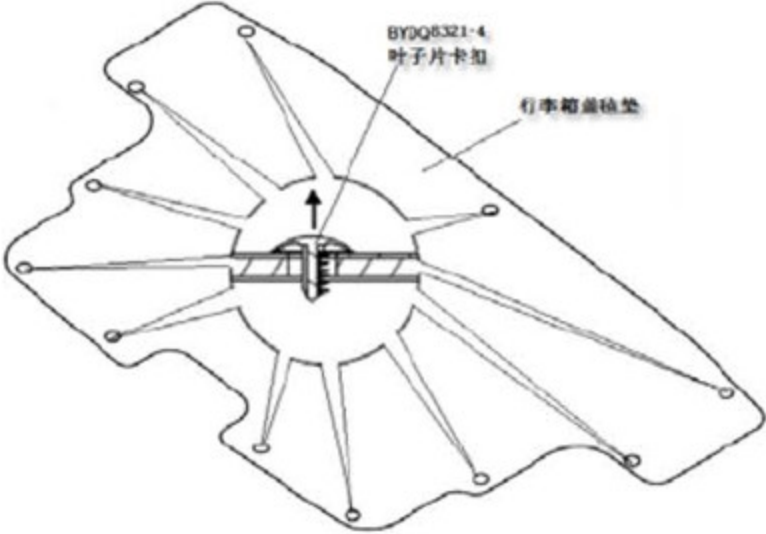

图 7-2-6 行李箱盖护面 安装结构图
- (1) 用一字螺丝刀撬开卡扣（沿上图 7-2-6 箭头所指方向），顺次将所有卡扣拆卸完毕，可将行李箱盖护面取下。
- (2) 安装顺序与拆卸顺序相反。